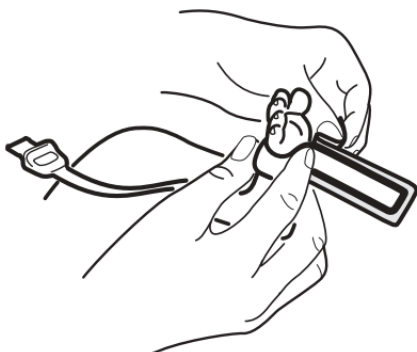

Fig. 15-10 Colocación sensor NEO/PT.
3. Consulte la Fig. 15-10. Coloque la envoltura adhesiva/de espuma alrededor del costado del pie (o la mano) y asegúrese de que la ventana del emisor () esté alineada directamente del lado opuesto del detector. Tenga cuidado de mantener la alineación correcta entre las ventanas del detector y del emisor mientras coloca la envoltura adhesiva/de espuma para fijar el sensor.